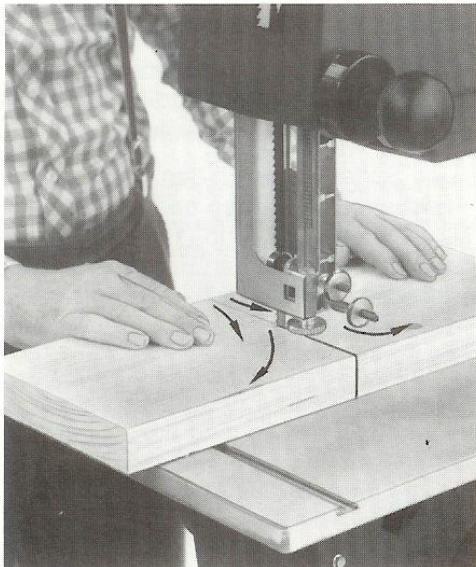

Bild 5
Den Knaufgriff (14) lösen und die Sägeblattführung (15) durch Drehen am Stellrad (13) so weit herunterdrehen, wie es der Bearbeitungsvorgang zuläßt (z.B. wie in Bild 5). Den Knaufgriff dann wieder festziehen.
Bei Querschnitten ist darauf zu achten, daß die Schnittfuge nicht zusammengepreßt wird. Es besteht sonst die Gefahr, daß das Sägeblatt stehen bleibt oder reißt. Die Werkstückteile in Pfeilrichtung (Bild 5) bewegen.